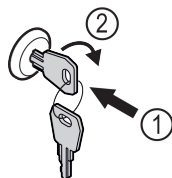

Fig. 172 Príklad zobrazenia
- ▶ Zatlačte kľúč Fig. 172 (1).
- ▶ Otočte kľúč o 90° v smere hodinových ručičiek Fig. 172 (2).